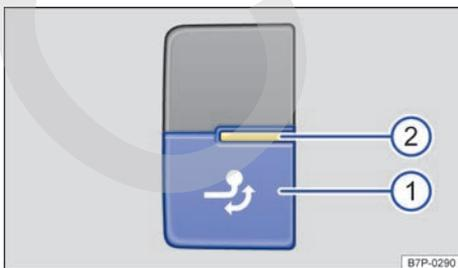

Fig. 214 En el lado derecho del maletero: tecla para desbloquear el enganche de bola.
- Pulse brevemente la tecla → fig. 214 ⓘ situada en el lado derecho del maletero. El enganche de bola se desbloquea eléctricamente y se gira automáticamente hacia fuera.
- Termine de extraer el enganche de bola hasta que perciba y oiga que ha encastrado y se encienda el testigo de control → fig. 214 ⓘ.
El testigo de control → fig. 214 ⓘ solo se enciende si el portón del maletero está abierto.
- Pulse brevemente la tecla → fig. 214 ⓘ situada en el lado derecho del maletero. El enganche de bola se desbloquea eléctricamente.
- Gire el enganche de bola por debajo del paragolpes hasta que perciba y oiga que ha encastrado y se encienda el testigo de control → fig. 214 ⓘ.
- Si el testigo de control de la tecla → fig. 214 *permanece encendido* con el portón del maletero abierto, el enganche de bola está correctamente encastrado tanto cuando está extraído como cuando está escamoteado.
- Si el testigo de control de la tecla → fig. 214 *parpadea*, significa que el enganche de bola aún no ha encastrado correctamente o que está dañado →
- Cuando el testigo de control de la tecla → fig. 214 *ni se enciende ni parpadea*, significa que la tecla no funciona. Acuda a un taller especializado y solicite que se revise el sistema.
- No pulse nunca la tecla → fig. 214 cuando haya un remolque enganchado o vaya montado un portaequipajes u otros accesorios sobre el enganche de bola.